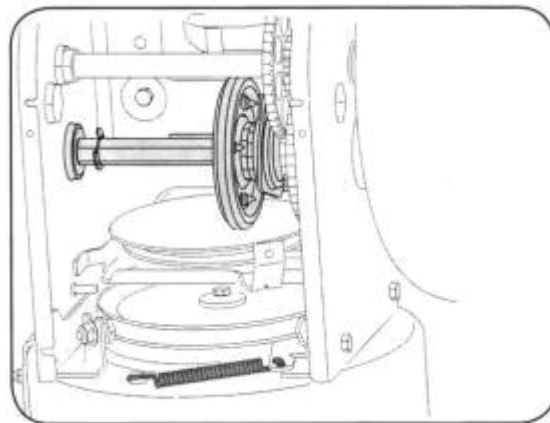

Figure 18
2. Нанесите легкое покрытие из всепогодной универсальной смазки на шестигранный вал. Figure 18.